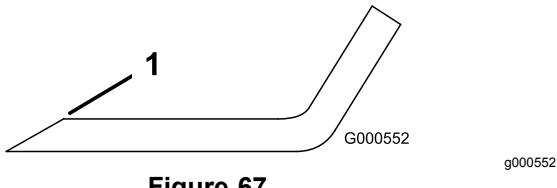

Figure 67
1. Au moyen d'une lime, aiguissez les tranchants à chaque bout de la lame (Figure 67).
Remarque: Si la lame est déséquilibrée, limez un peu l'extrémité de l'ailette seulement (Figure 67).